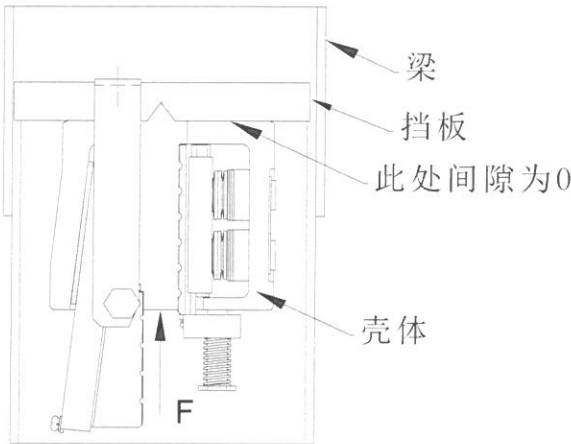

图 8
- 2.3.6. 用 $F \approx 50N$ 的力沿图示方向推动壳体，壳体与挡板的间隙应为 0(图 8)。